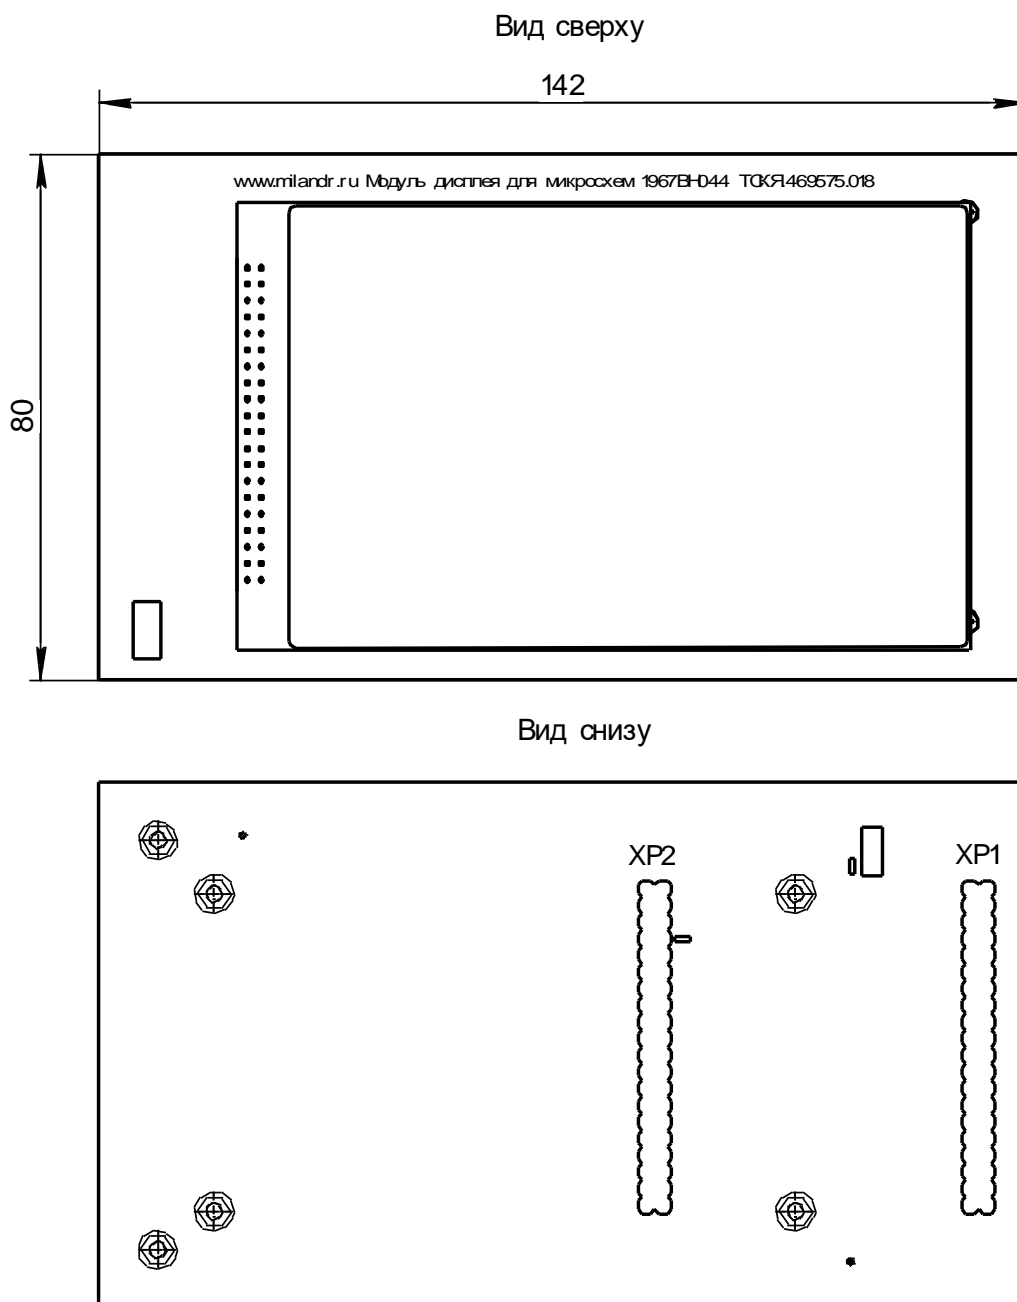

Рисунок 13 – Модуль дисплея
- подключить разъемы XP1, XP2 модуля дисплея (см. рисунок 13) к разъемам XS3.1 и XS3.2 модуля отладочного (см. рисунок 4);